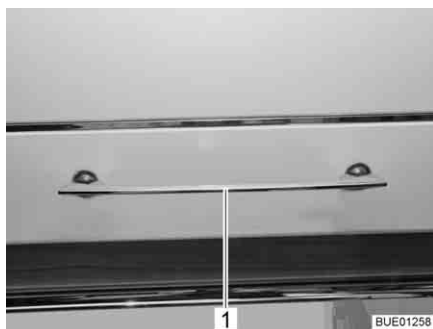

Bild 59 Skåplucka med låshandtag
- Tryck ner låshandtaget (Bild 59,1) och håll det nedtryckt.